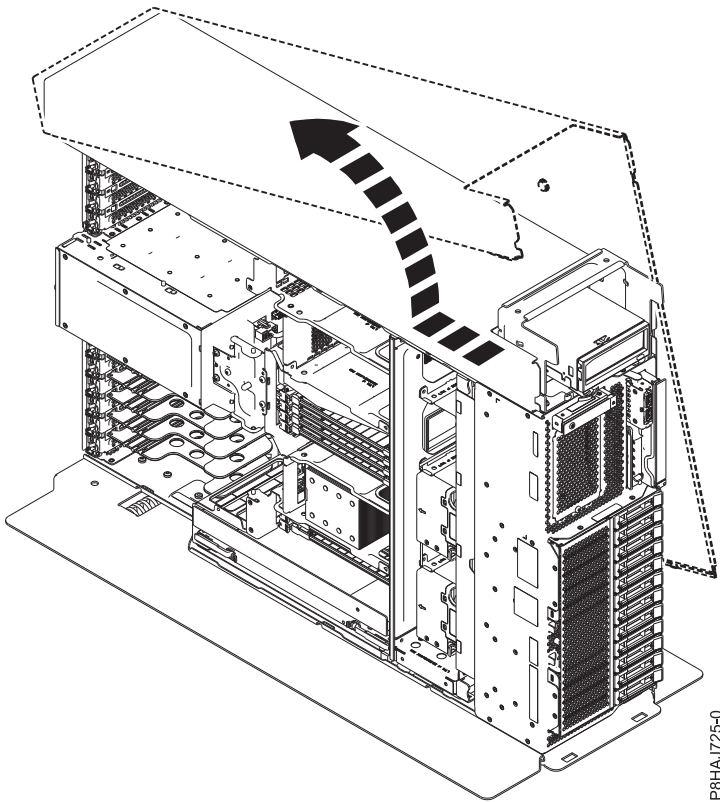

図 28. 8286-41A のサイド・カバーの取り外し
5. サイド・カバーを、図 28 に示されている方向へスライドさせて、システムから外します。